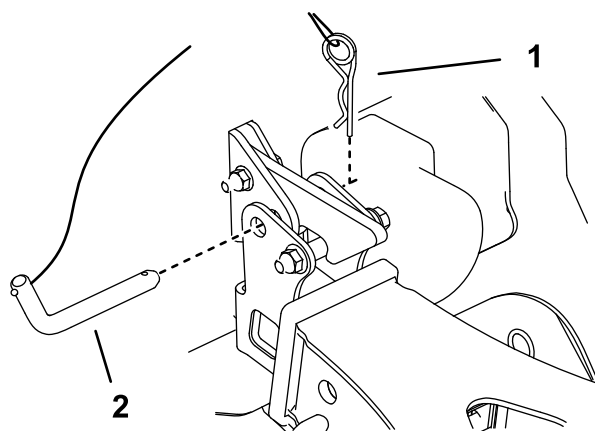

Figure 17
5. Utilisez la goupille d'attelage et la goupille fendue pour fixer la souffeuse au dispositif d'attelage (Figure 17).